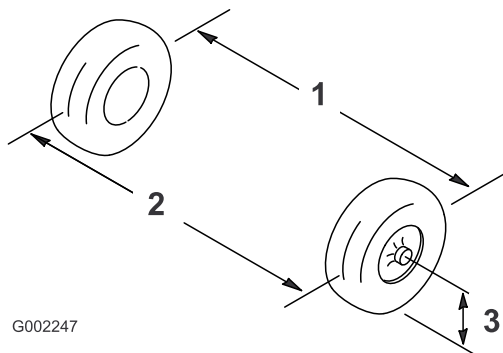

Figura 84
2. Misurate la distanza tra i pneumatici anteriori all'altezza dell'assale, davanti e dietro le ruote (Figura 84).